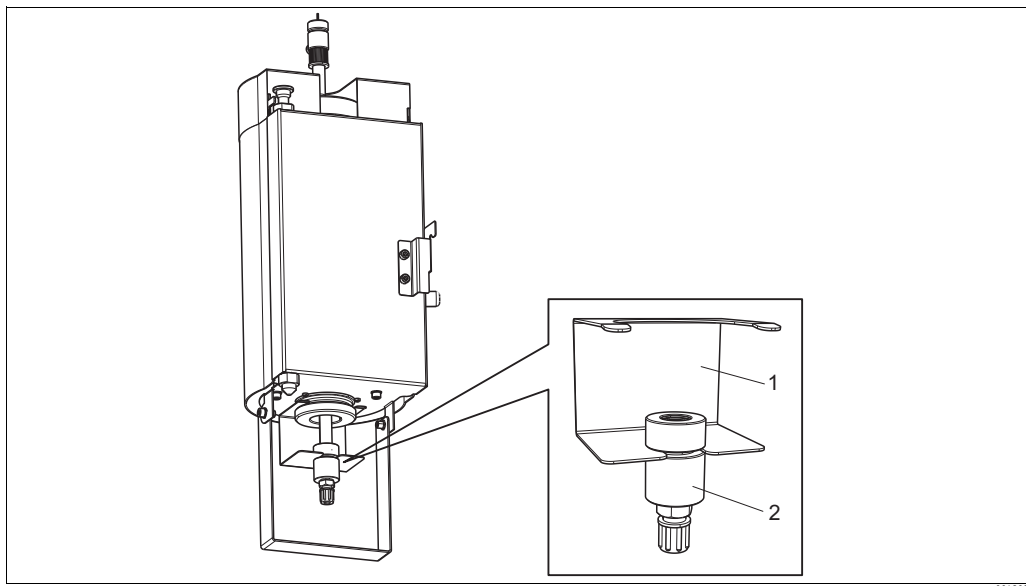

Fig. 5: Adapter
1. Fit the adapter (s. Abb. 5, item 2) on the glass insert nozzle.
2. Mount the bracket (s. Abb. 5, item 1).